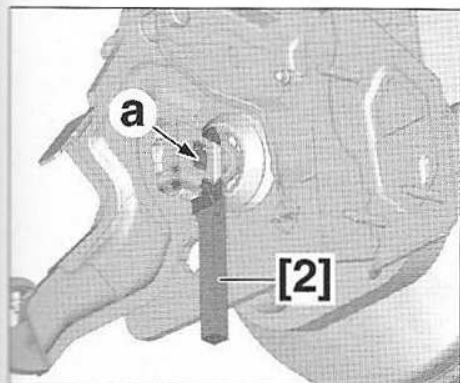

FIG.40
- A l'aide de l'outil [2], écarter les languettes en (a) (Fig.40).